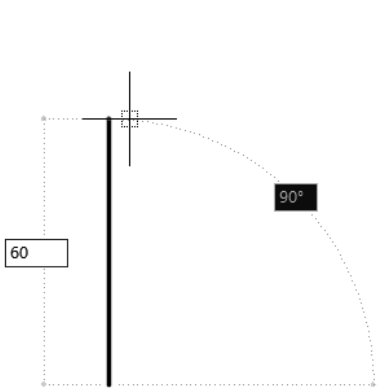

图 3-33 引出 90° 正交追踪线
指定下一点或 [放弃 (U)]: <code>60</code> ✓	// 向上移动光标, 引出 90° 正交追踪线, 如图 3-33 所示,